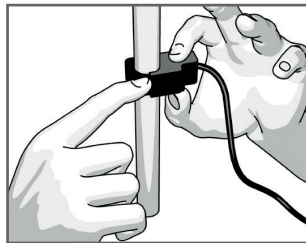

Fig. 5
3. Refermez l'attache pour faire tenir le capteur sur le câble d'alimentation (Fig. 5).
Retirez une entrée défonçable standard de 1 cm du compteur. Faites passer le fil du mini capteur CT depuis l'intérieur du compteur via l'orifice percé. Ouvrez le mini capteur CT et placez-le sur le câble de phase n° 4 (Fig. 5).